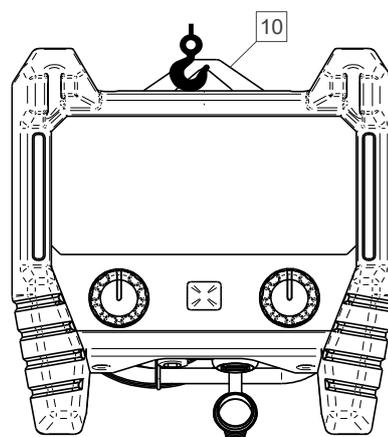

Figura 6
- soporte [10], que se utilizar para suspender el dispositivo RC (Figura 6).